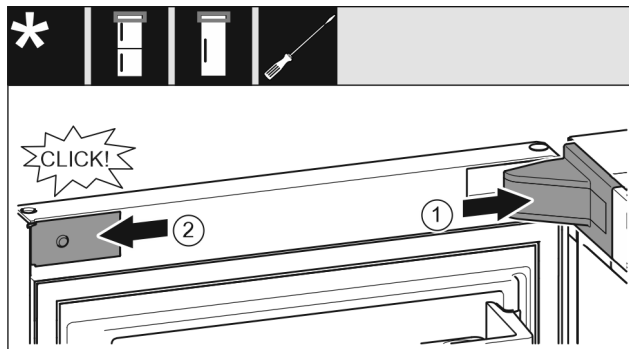

Fig. 25
- Założyć osłonę płytki zawiasu Fig. 25 (1) i zazębić, ew. ostrożnie odsunąć.
- Założyć zaślepkę Fig. 25 (2) z boku i zazębić.